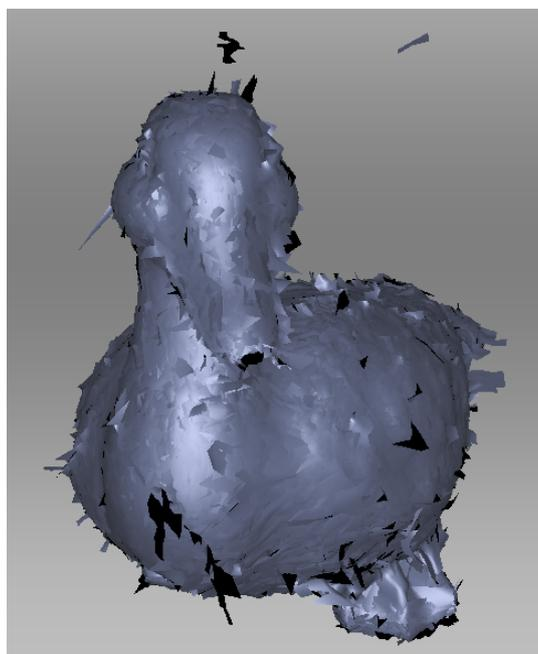

Abbildung 79: Ausrichtungs-Ergebnis.
4. Auf *Ausrichten...* klicken, um die Ausrichtung mit den spezifizierten Einschränkungen durchzuführen (*Abb. 79* shows example results). Bei nicht zufriedenstellenden Ergebnissen auf  klicken und weitere Punkte-Sätze spezifizieren oder die aktuellen Sätze neu positionieren. Zum Wiederholen einer widerrufenen Operation auf  klicken.